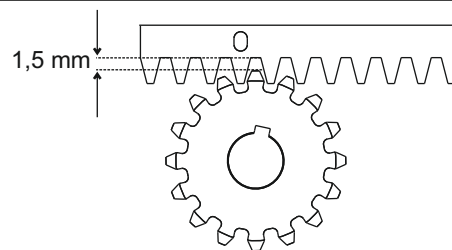

Abb. 10
5.6. Um zu verhindern, dass sich das Torgewicht auf das Zahnrad verlegt, die gesamte Zahnstange um 1,5mm anheben (Abb. 10); **Achtung:** Ein Spiel von mindestens 0,5 mm zwischen Zahnradzahn und Zahnstangenzahn lassen;